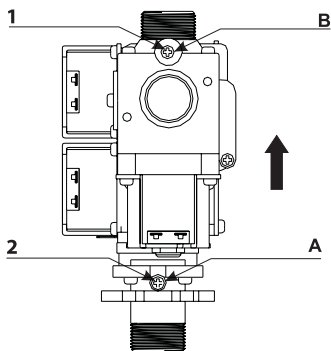

Рис. 8. Газовый клапан
- Открутите винт 1 и подключите газовый манометр к штуцеру замера давления газа «В» на выходе из газового клапана (см. рис. 8);